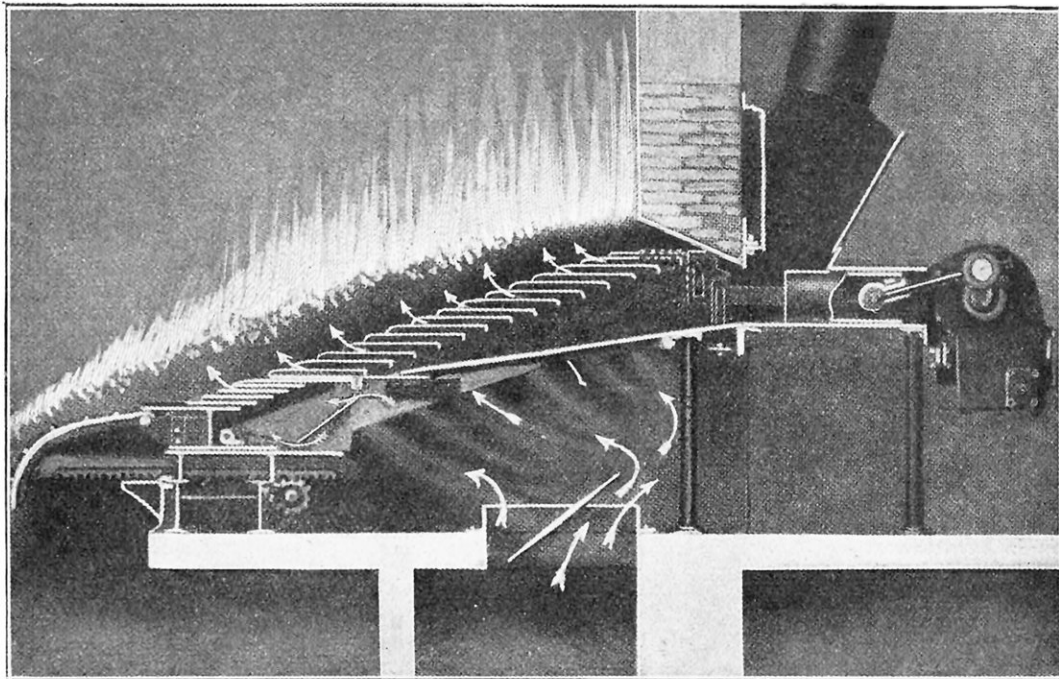

FIG. 9. — COUPE D'UN FOYER DE CHAUDIÈRE, SYSTÈME TRITH-RILEY
Pour répondre à l'énorme consommation de vapeur nécessitée pour le fonctionnement des cinq groupes de turbines actuellement installées, il a été établi quinze chaudières des deux types Babcock et Stirling. Toutes sont, naturellement, munies des systèmes de grilles à chargement automatique qui ont été précédemment décrits ici (1), et dont nos figures 9 et 10 montrent le fonctionnement.